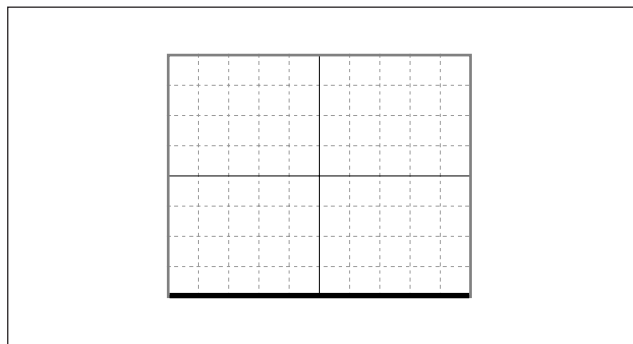

图 4-6
- ① 将示波器的 TIME/DIV 开关设到 200 ms。
- ② 将示波器 CH1 的偏转灵敏度 (VOLTS/DIV) 设到 0.2 V/DIV。
- ③ 将示波器 CH1 的 INPUT COUPLING 开关调到 GND，调整示波器的 POSITION 使信号位于屏幕的下方。(参见图 4-6)